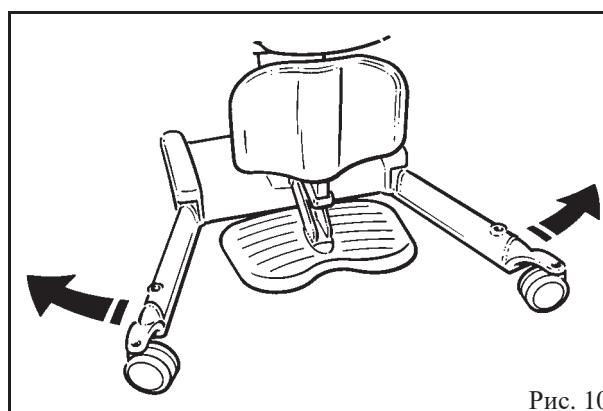

Рис. 10
**Ножки шасси регулируемой ширины:-**- При помощи соответствующей кнопки на пульте дистанционного управления или на дублирующей панели управления на подъемнике ножки шасси можно развести на любую доступную ширину (см. рис. 10). При отпускании кнопки движение останавливается, а ножки шасси надежно фиксируются в достигнутом положении.